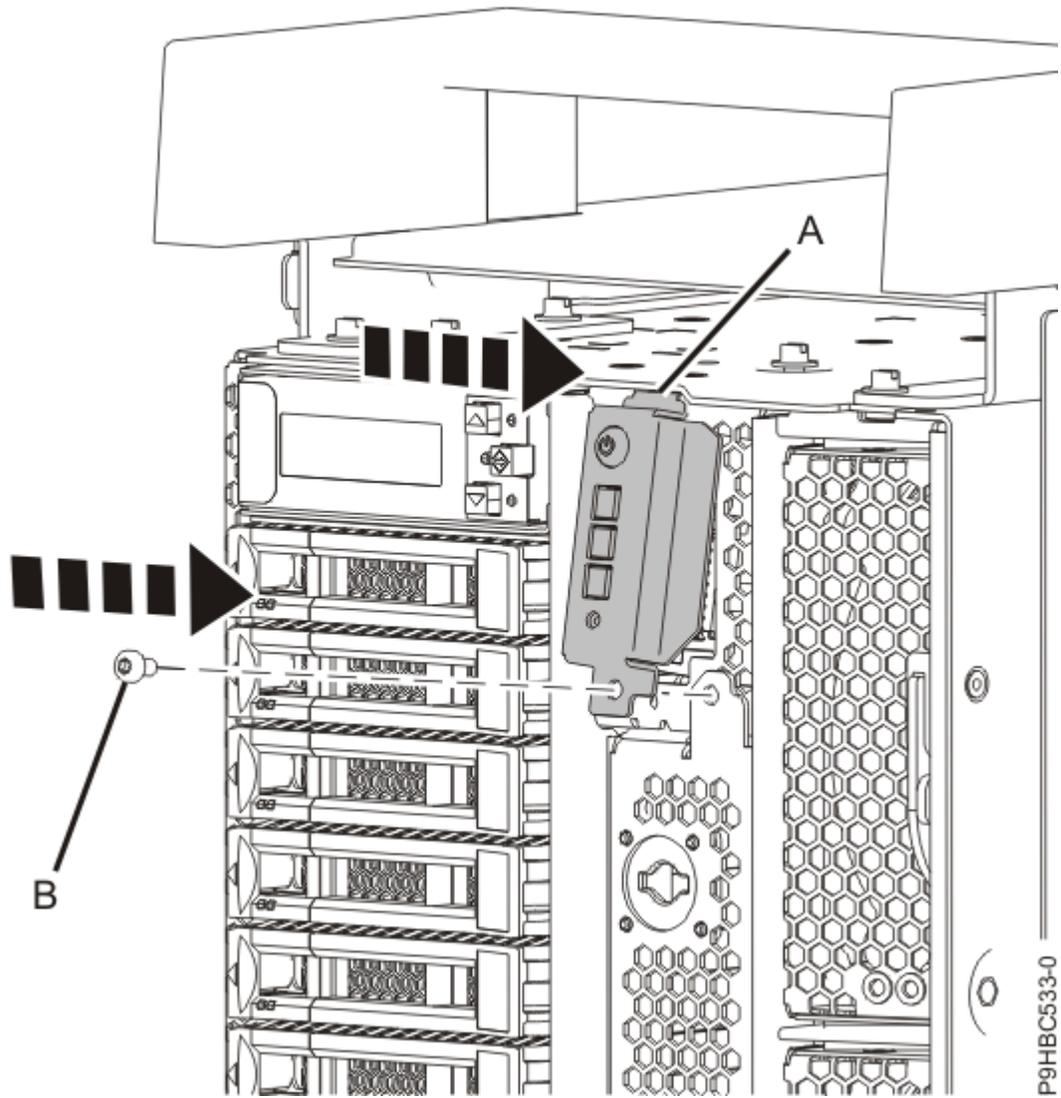

Figura 81. Fijación del panel de control a un sistema autónomo
- b) Haga girar el panel de control para fijar la pestaña superior **(A)** tal como se muestra en la Figura 81 en la página 86, a continuación sustituya el tornillo **(B)** que fija el panel de control al sistema.